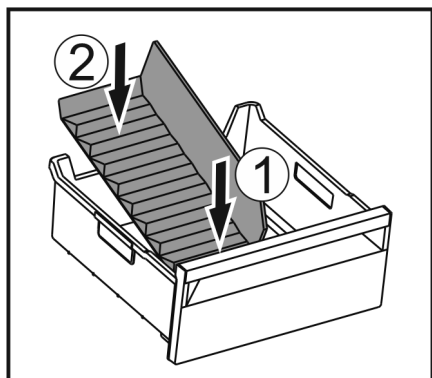

Fig. 154
- ▶ Włożyć przednią część separatora do szuflady na lód. Fig. 154 (1)
- ▶ Tylną część separatora do szuflady na lód opuścić na dno szuflady. Fig. 154 (2)